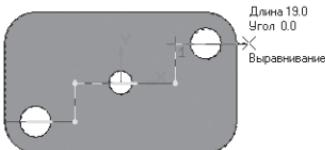

Рис. 248
- с помощью – непрерывного ввода объекта – Ортогонального черчения, и – глобальной привязки Выравнивание постройте эскиз в виде ступеньки (рис. 248);